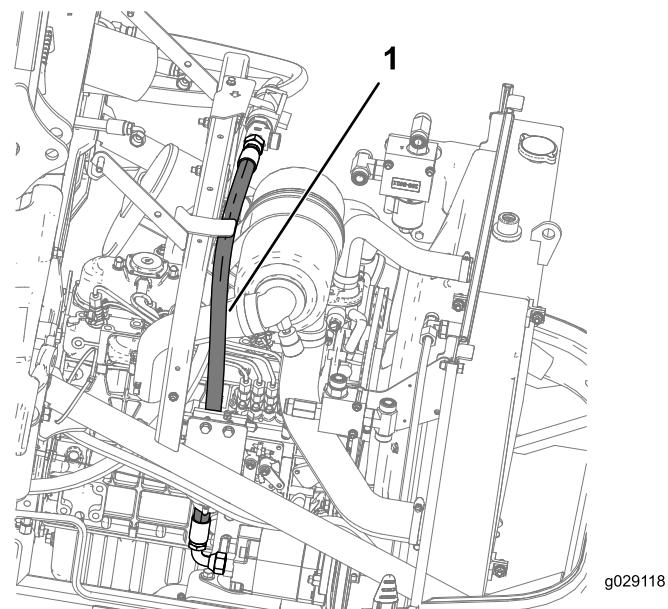

Bild 28
- Befestigen Sie den Hydraulikschlauch C vom T-Anschlussstück (5/8" x 5/8" x 3/4", Außengewinde) am Filterkopf am Anschlussstück (5/8" x 3/4", Außengewinde) an der Getriebepumpe, wie in Bild 28 abgebildet.